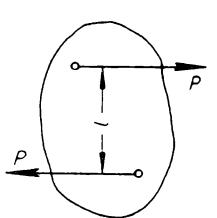
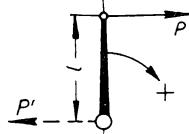
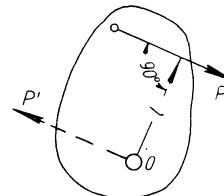

Bild 57
Bild 58
Bild 59
Lösung: a) Ein Kräftepaar wird gebildet durch zwei gleich große, entgegengesetzt gerichtete Parallelkräfte P , die in verschiedenen Punkten eines Körpers angreifen (Bild 57) und ihn zu drehen suchen. Jede Drehung wird durch ein Kräftepaar erzeugt. Greift z. B. an einer Kurbel eine drehende Umfangskraft P an (Bild 58), so üben die Lager eine gleich große Kraft P' in entgegengesetzter Richtung auf die Kurbelwelle O aus. Folglich ist ein Kräftepaar wirksam.
c) Der **Hebelarm** eines Kräftepaars ist der Abstand l der Richtungslinien beider Kräfte (Bild 57) oder die Länge des von der Drehachse O auf die Richtung der Kraft P gefällten Lotes l (Bild 59).
e) Statische Momente, die im Sinne der Uhrzeigerbewegung drehen, pflegt man rechtsdrehend und positiv zu nennen (Bild 58), die umgekehrten linksdrehend, negativ.